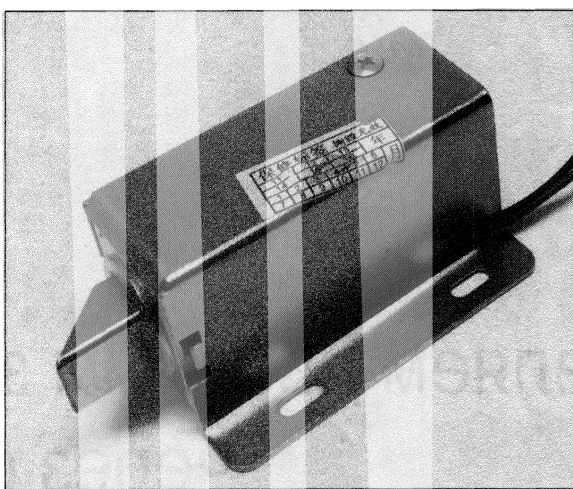

Рис. 8.1. Дверная защелка с приводом соленоидного типа
- ◆ в качестве замка я применил защелку с соленоидным приводом, работающую от постоянного напряжения 12 В (рис. 8.1). Впрочем, вы можете взять любой аналогичный замок, имеющийся в продаже;